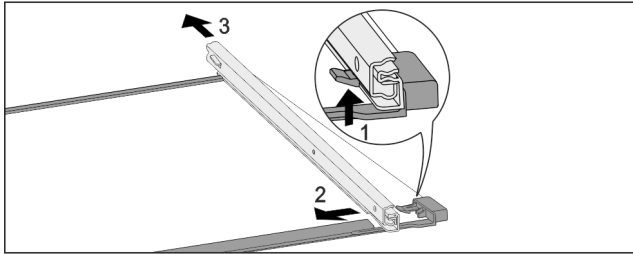

Fig. 253 Üveglap sínekkel
- ▶ Nyomja felfelé az elülső akasztókampót. Fig. 253 (1)
- ▶ Tolja ki oldalra Fig. 253 (2) és hátra Fig. 253 (3) a kihúzó-sínt.